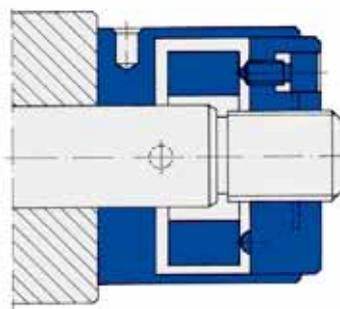

Fig. 2
2. クランピングスクリーンを最大トルク(91ページの $M_A$ 値)まで締め付けます。(Fig.2)六角L棒スパナISO2936(DIN911)でも締め付け可能ですが、慎重に作業してください。M42x2以上のサイズでは、トルクレンチのご使用をお勧めします。